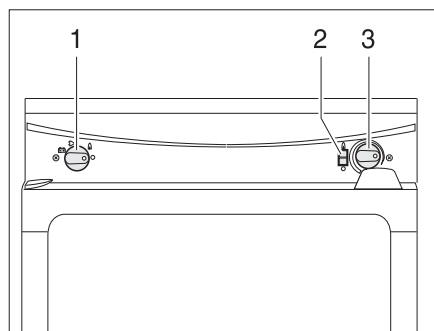

Fig. 133 Elementi di comando per il frigorifero (Thetford senza SES)
- Posizionare il selettore di energia (Fig. 133,1) su gas "🔥".
- Premere il pomello girevole (Fig. 133,3) e mantenerlo premuto. L'alimentazione del gas è ora aperta. L'accensione avviene automaticamente. È udibile un ticchettio fino a quando procedura di accensione non è stata portata a termine.
- Mantenere premuto il pomello girevole (Fig. 133,3) finché l'indicatore di fiamma (Fig. 133,2) non diventa verde e poi rilasciarlo. Quando la fiamma si spegne, l'apparecchio di accensione ripete automaticamente il procedimento di accensione.
- Posizionare il selettore di energia (Fig. 133,1) su "○". Il frigorifero è spento.
- Posizionare il selettore di energia (Fig. 133,1) su funzionamento elettrico a 230 V "⚡".
- Impostare la temperatura di refrigerazione con il pomello girevole (Fig. 133,3).
- Posizionare il selettore di energia (Fig. 133,1) su funzionamento a 12 V "🔋".